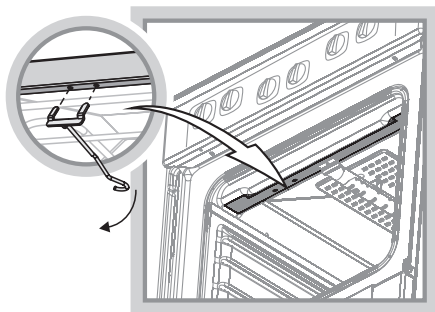

Рис.7
- Установите крючок, для чего вставьте «усы» крючка в пазы верхней полки проема духовки и опустите крючок вниз (рис. 7).